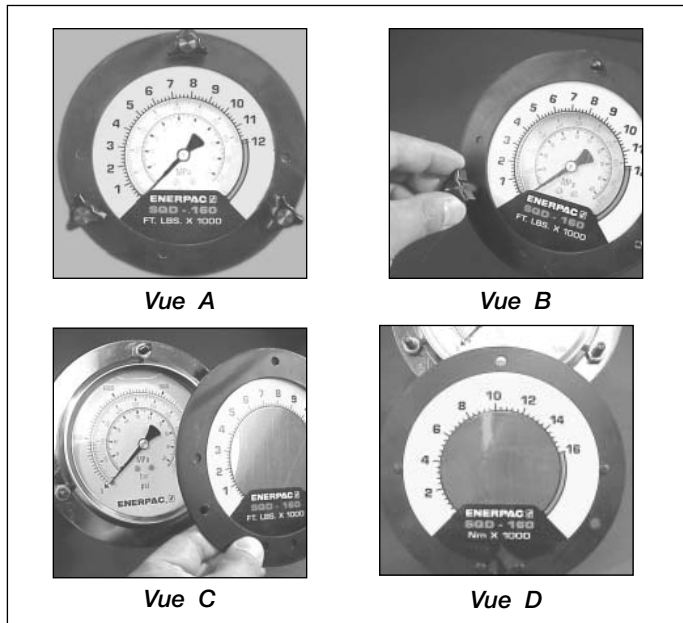

Figure 10, , Installation du recouvrement
La pompe est fournie avec un manomètre à pression installée. Selon l'utilisation, un jeu de disques interchangeables est fourni avec chaque pompe. Un disque s'adapte sur le cadran du manomètre de pression et convertit facilement les lectures de pression en lectures de couple (Voir fig. 10, Vue A). Le disque affiche les unités impériales (pi-lb) sur un côté et les unités métriques (Nm) sur l'autre côté. Pour changer d'échelles, simplement glisser le disque dessus.
1. Enlever les trois onglets noirs qui retiennent en place la collerette de manomètre avant (voir figure 10, vue B).
2. Enlever la collerette avant et le disque (voir figure 10, Vue C).
3. Insérer le nouveau disque (ne pas oublier de vérifier que le disque correspond bien à la clé dynamométrique Enerpac employée) sur la collerette, aligner le disque avec les coches à l'arrière de la collerette (voir figure 10, Vue D).
4. Tout en tenant le disque derrière la collerette (voir figure 10, Vue C), insérer la collerette dans les goujons de la poignée, repositionner le disque au besoin et serrer manuellement les poignées (voir figure 10, Vue B). La collerette appuiera le disque sur le manomètre et la retiendra en place. Consulter les directives de la clé dynamométrique pour connaître la quantité de pression requise pour produire le couple souhaité. Tenir compte que la pression maximum varie selon les clés et les accessoires.